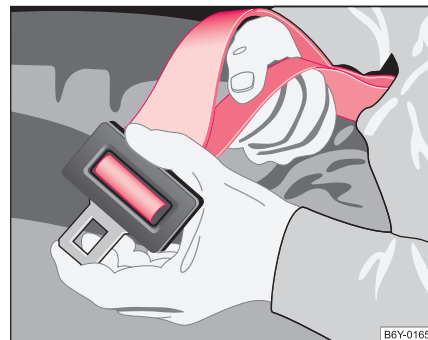

Fig. 97 Prelungirea centurii de bazin
- Țineți elementul de prindere în unghi drept față de banda centurii și trageți de banda centurii ⇒ Pagina 119, Fig. 97.